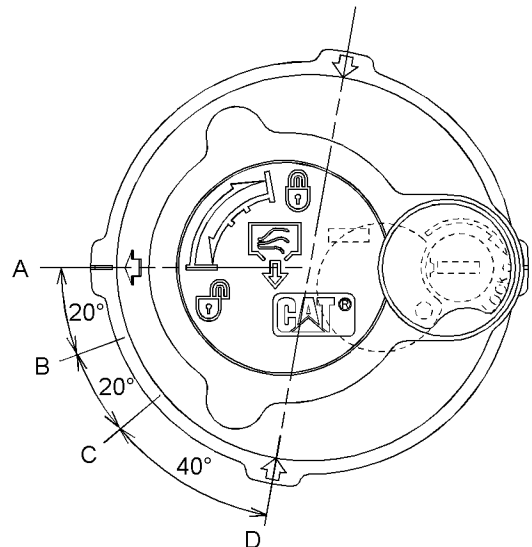

Fig. 543
- (A) Stillingen LÅS
- (B) Stillingen TRYKAFLASTNING - START
- (C) Stillingen TRYKAFLASTNING - SLUT
- (D) Stillingen ÅBN
6. Aflast det tryk, der kan findes i returhydraulikkredsløbet, ved hjælp af følgende procedure. Se fig. 543 for at få vist påfyldningsdækslets positioner.
- a. Drej påfyldningsdækslet i retning mod uret, uden at trykke ned på dækslet, og flyt pilen fra stilling (A) til stilling (B).
- b. Aflast trykket i mindst 45 sekunder ved at flytte pilen fra position (B) til position (C).